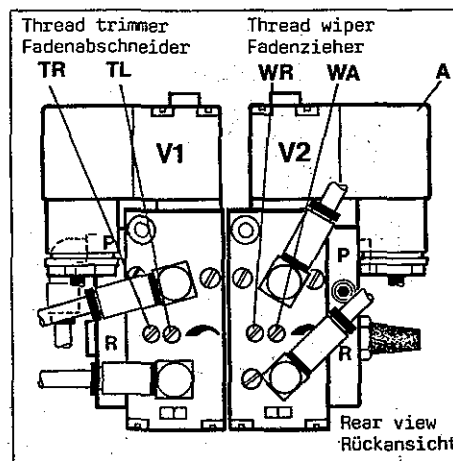
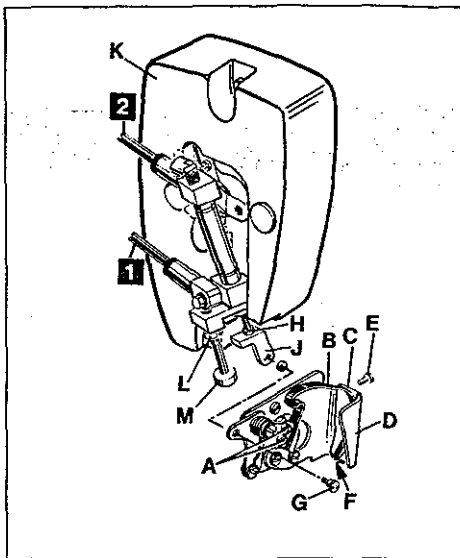
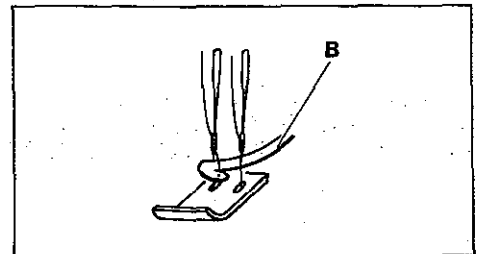
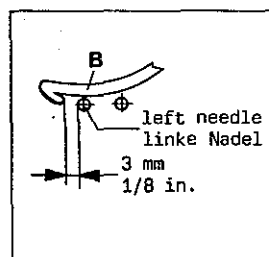

Fig. 51
Fig.52
Fig.54
Fig.55
6.1 Keep power and air supply of thread wiper disconnected by loosening the securing screw and pulling-out plug (A, Fig. 51) on valve (V2) and by disconnecting the PA-tubes (1 and 2, Fig. 52) on the air cylinder of the wiper.
When the hook (B, Fig. 54) returns from left to right it must catch the needle threads and draw them to leaf spring (C, Fig. 52) for clamping.
For adjustment loosen screws (A, Fig. 52), set as required and retighten screws.
6.2 The wiper hook (B, Fig. 52) and leaf spring (C) for clamping the needle threads should be approximately flush at point (F) when the hook (B) is in its right end position.
After loosening screw (E, Fig. 52) set the lower end of leaf spring flush to the lower edge of bracket (D) at point (F). Retighten screw (E).
For adjustment of hook (B, Fig. 52) loosen screw (G) and nut (H) and screw stop (J) in or out as required. Retighten nut (H) and reconnect wiper with screw (G).
6.1 Trennen Sie den Fadenzieher von der Strom- und Luftzufuhr durch lösen der Sicherungsschraube und herausziehen des Steckers (A, Fig. 51) am Ventil (V2) und durch Lösen der PA-Schläuche (1 und 2, Fig. 52) am Luftzylinder des Fadenziehers.
Wenn der Haken (B, Fig. 54) von links nach rechts zurück schwenkt muß er die Nadelfäden mitnehmen und zum Festklemmen zur Blattfeder (C, Fig. 52) ziehen.
Zur Einstellung lösen Sie die Schrauben (A, Fig. 52), stellen entsprechend ein und ziehen die Schrauben wieder an.
6.2 Der Haken für Fadenzieher (B, Fig. 52) und die Blattfeder (C) zum Klemmen der Nadelfäden müssen in der rechten Endstellung des Hakens (B) im Punkt (F) in etwa bündig sein.
Stellen Sie nach Lösen der Schraube (E, Fig. 52) das untere Ende der Blattfeder (C) bündig zur unteren Kante des Halters (D) bei Punkt (F). Ziehen Sie die Schraube (E) wieder an.
Zur Einstellung des Hakens (B, Fig. 52) lösen Sie die Schraube (G) und die Mutter (H) und schrauben den Anschlag (J), nach Bedarf ein oder aus. Ziehen Sie die Mutter (H) wieder an und verbinden Sie den Fadenzieher wieder mit der Schraube (G).
6.2 Stop screw (M, Fig. 52) limits the motion of the wiper hook to the left. Loosen nut (L) and set the stop screw (M) so that stop (J) strikes against it when the wiper hook (Z, Fig. 55) is 3 mm (1/8 in.) left of the left needle. Retighten nut (L, Fig. 52).
HINT: For disassembling head cover (K, Fig. 52) remove screw (G), the two head cover fastening screws and disconnect PA-tubes (1 and 2).
The speed for the movement of the thread trimmer mechanism to the left for cutting is regulated with screw (TL, Fig. 51) and the speed for the movement to the right in home position is regulated with screw (TR) on valve (V1).
The speed for the movement of the wiper hook to the left is regulated with screw (WL, Fig. 51) and the movement to the right in home position is regulated with screw (WR) on valve (V2).
6.2 Die Anschlagsschraube (M, Fig. 52) begrenzt den Weg des Hakens für Fadenzieher nach links. Lösen Sie die Mutter (L) und stellen Sie die Anschlagsschraube (M) so, daß der Anschlag (J) an ihr anschlägt, wenn der Haken für Fadenzieher (Z, Fig. 55) 3 mm links der linken Nadel steht. Ziehen Sie die Mutter (L, Fig. 52) wieder an.
HINWEIS: Entfernen Sie zum Abnehmen des Kopfdeckels (K, Fig. 52), die Schraube (G) sowie die beiden Kopfdeckel-Befestigungsschrauben und lösen Sie die PA-Schläuche (1 und 2).
Die Geschwindigkeit für die Bewegung des Fadenabschneidermechanismus nach links zum Schneiden wird mit der Schraube (TL, Fig. 51) und für die Bewegung nach rechts in die Ruhestellung mit der Schraube (TR) am Ventil (V1) reguliert.
Die Geschwindigkeit für die Bewegung des Hakens für Fadenzieher nach links wird mit der Schraube (WL, Fig. 51) und für die Bewegung nach rechts in die Ruhestellung mit der Schraube (WR) am Ventil (V2) reguliert.